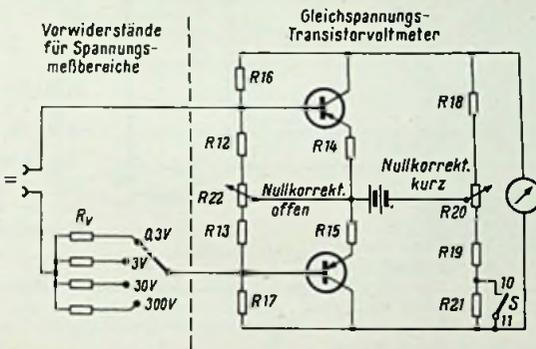

Bild 2. Prinzip des Gleichspannungsteiles; die Positionszahlen stimmen mit Bild 4 überein
Die Prinzipschaltung Bild 2 enthält zwei Transistoren im Gegentakt. Sie sind mit den Kollektorzuständen R 18 und R 19 zu einer Brücke angeordnet¹⁾. In der Diagonale von Kollektor zu Kollektor liegt das Anzeigeelement. Diese Brücke besitzt zwei Abgleichmöglichkeiten, R 22 im Basiskreis und R 20 im Kollektorkreis. Diese beiden Potentio-
2. Die beiden Basisanschlüsse in Bild 2 durch einen Kurzschluß verbinden. Die Basis- Elektroden haben dann gleiches Potential, Widerstand R 22 reagiert nicht, die Brücke wird mit R 20 abgeglichen und damit werden die beiden Kollektorkreise symmetriert.
Man kann Bild 2 als stabilisierten Gleichspannungsverstärker für das Drehspulinstrument auffassen. Dieses Instrument hatte im Modell 100 μA Vollausschlag. Mit dem Transistorvorsatz wurden nur noch 6 μA für den Vollausschlag benötigt. Der Verstärkungsfaktor ist also $100 : 6 \approx 17$ fach. Er ließe sich noch höher treiben, wenn auf die Stabilisierung durch den Basisspannungsteiler verzichtet wird und die Widerstände R 12 und R 13 auf je 100 k Ω heraufgesetzt werden. Man kann dann Verstärkungen bis zum Faktor 100 erzielen, also mit 1 μA Strom im Basiskreis Vollausschlag am Instrument erreichen und bei Verwendung als Voltmeter Innenwiderstände von über 1 M Ω/V erzielen. Bei dem vorliegenden Modell, das für sicheren Nachbau gedacht ist, wurde jedoch von so extremer Bemessung abgesehen, weil sie wieder die Gefahr von Unstabilitäten bringt.
In Bild 2 beträgt bei einem Vorwiderstand $R_v = 38 k\Omega$ der Vollausschlag 0,3 V. Daraus
Beim Transistorvoltmeter läßt sich auf einfache Weise der Nullpunkt elektrisch in die Mitte verlegen, indem die Brücke unsymmetrisch abgeglichen wird. Dazu dient R 21 in Bild 2. Er ist normalerweise kurzgeschlossen. Öffnet man Kontakt S (Anschlüsse 10–11), so schlägt der Zeiger nach rechts aus und wird erstmalig mit R 21 auf Skalenmitte justiert. Man hat dann ein sehr hochohmiges Instrument zum Abgleichen des Nulldurchganges beim Ratiometektor. Der Vollausschlag beträgt
Die einzelnen Funktionen der Schaltung Bild 4 lassen sich aus den Grundschaltungen Bild 2 und 3 gut erkennen. R1...R4 sind die Vorwiderstände für Wechselspannungsmessungen, R5...R8 die für Gleichspannungsmessungen. Der Rastenschalter mit 12 Stellungen und drei Ebenen gestattet einfache und schnelle Umschaltung der Bereiche. Die Widerstände R20 zum Einstellen der Nullstellung bei kurzgeschlossenem Eingang und R21 zum Einstellen des Zeigers auf Skalenmitte sind Trimpotentiometer. Sie werden nur erstmalig justiert. Dagegen ist der Widerstand R22 von außen mit einem Drehknopf bedienbar, auch er braucht jedoch nur sehr selten betätigt zu werden.